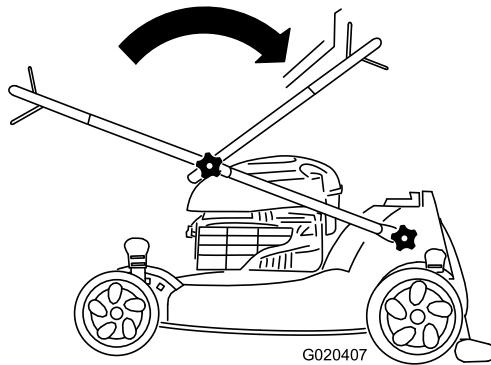

Figura 3
1. Despliegue el manillar (ver Figura 3 y Figura 4).